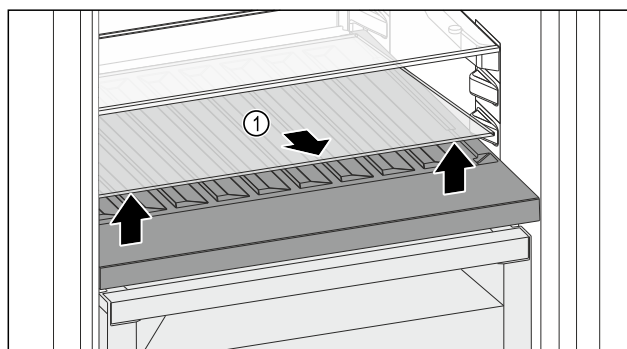

Fig. 109
- Skleněnou desku Fig. 109 (1) zvedněte za vybrání vpředu a vyjměte ji.
- Skleněnou desku Fig. 109 (1) uložte bezpečně mimo spotřebič.